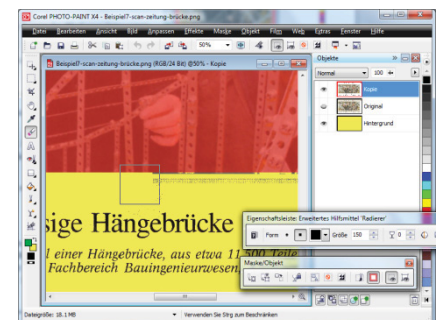

Abb. 10-59: Anwendung des Radierers
- Unsauberkeiten löschen (Abb. 10-59): HM RADIERER, FORM: *rechteckig*, scharfe Kante, GRÖßE = 150, Werkzeugform und -größe nach Bedarf ändern ► Mit gedrückter liMT über den zu retuschierenden Bereich ziehen oder klicken.